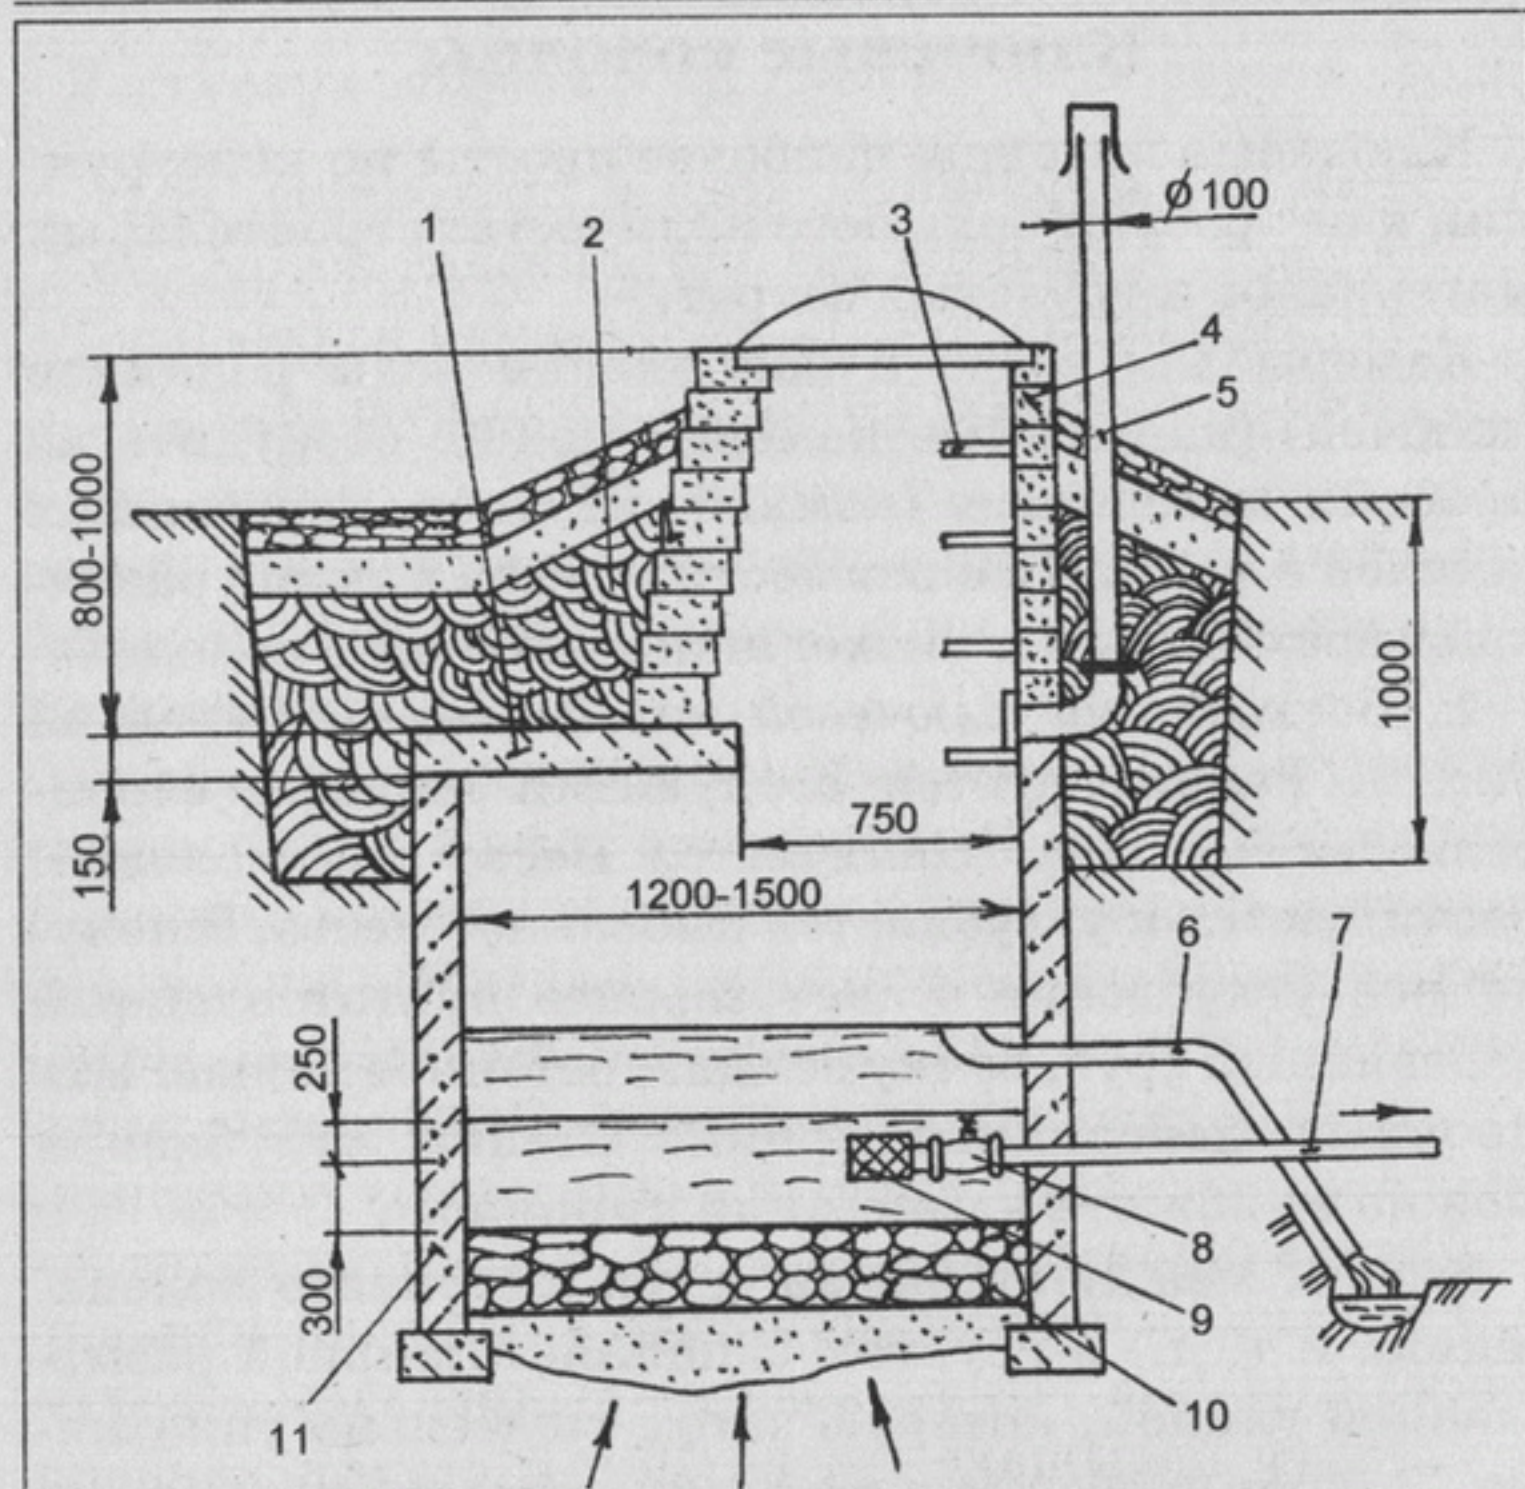

Рис. 3. Ключевой колодец из восходящего родника:
1. *Восходящий ключевой колодец* представлен на рис. 3. Рекомендуется следующий порядок строительства колодца. Намечается место для колодца, расчищается и углубляется выбранное место. В полученное углубление ставят заранее подготовленный деревянный сруб, бочку без дна, бетонное кольцо или прочный деревянный ящик. Стенки углубления можно выложить камнем или кирпичом.